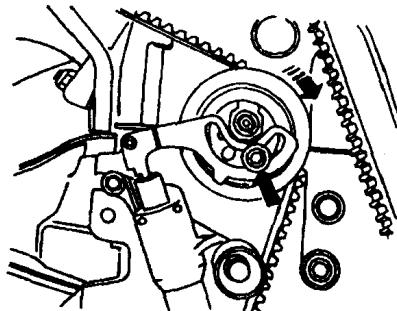

图 1-26
⑥用专用工具 Torx T45 按图 1-26 箭头方向松开正时带张紧轮，然后向下压正时带张紧轮，取出正时带。
(2) 安装 (调整配气正时) 在维修时仅脱开凸轮轴正时带轮上的正时带，也应调整配气正时。